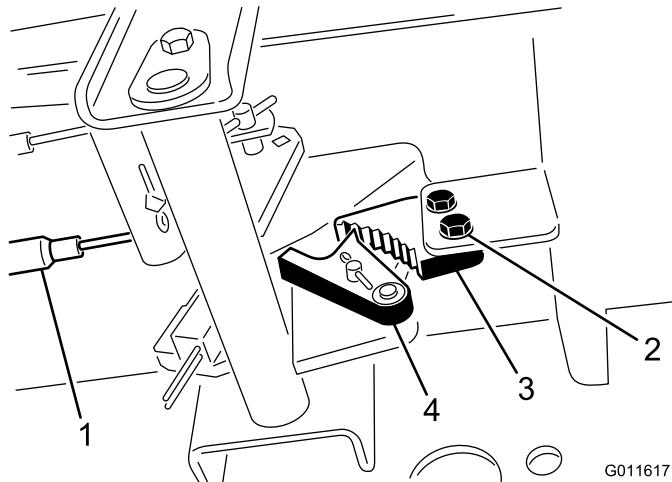

Figura 56
1. Afloje los 2 tornillos que fijan el trinquete del freno de estacionamiento al bastidor (Figura 56).
2. Pise el pedal del freno de estacionamiento hacia adelante hasta que la uña se enganche a fondo en el trinquete del freno (Figura 56).